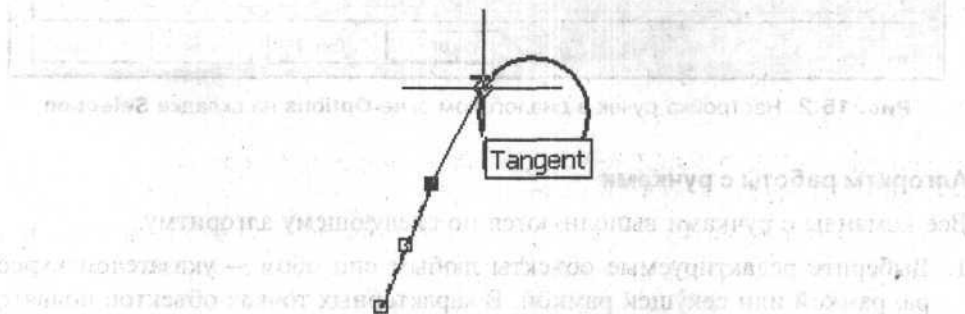

Рис. 15.3. Растяжение отрезка ручками до касательной к окружности
3. Переместите указатель курсора и укажите привязкой или другим способом новое положение красной базовой ручки, расположенной в конце отрезка (рис. 15.3).